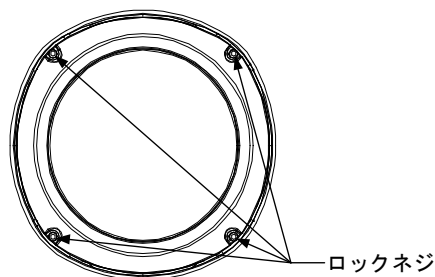

図 2-11 ロックネジをゆるめる
1. スピードドームのフランジにある 4 本のロックネジをゆるめます。図 2-11 を参照してください。